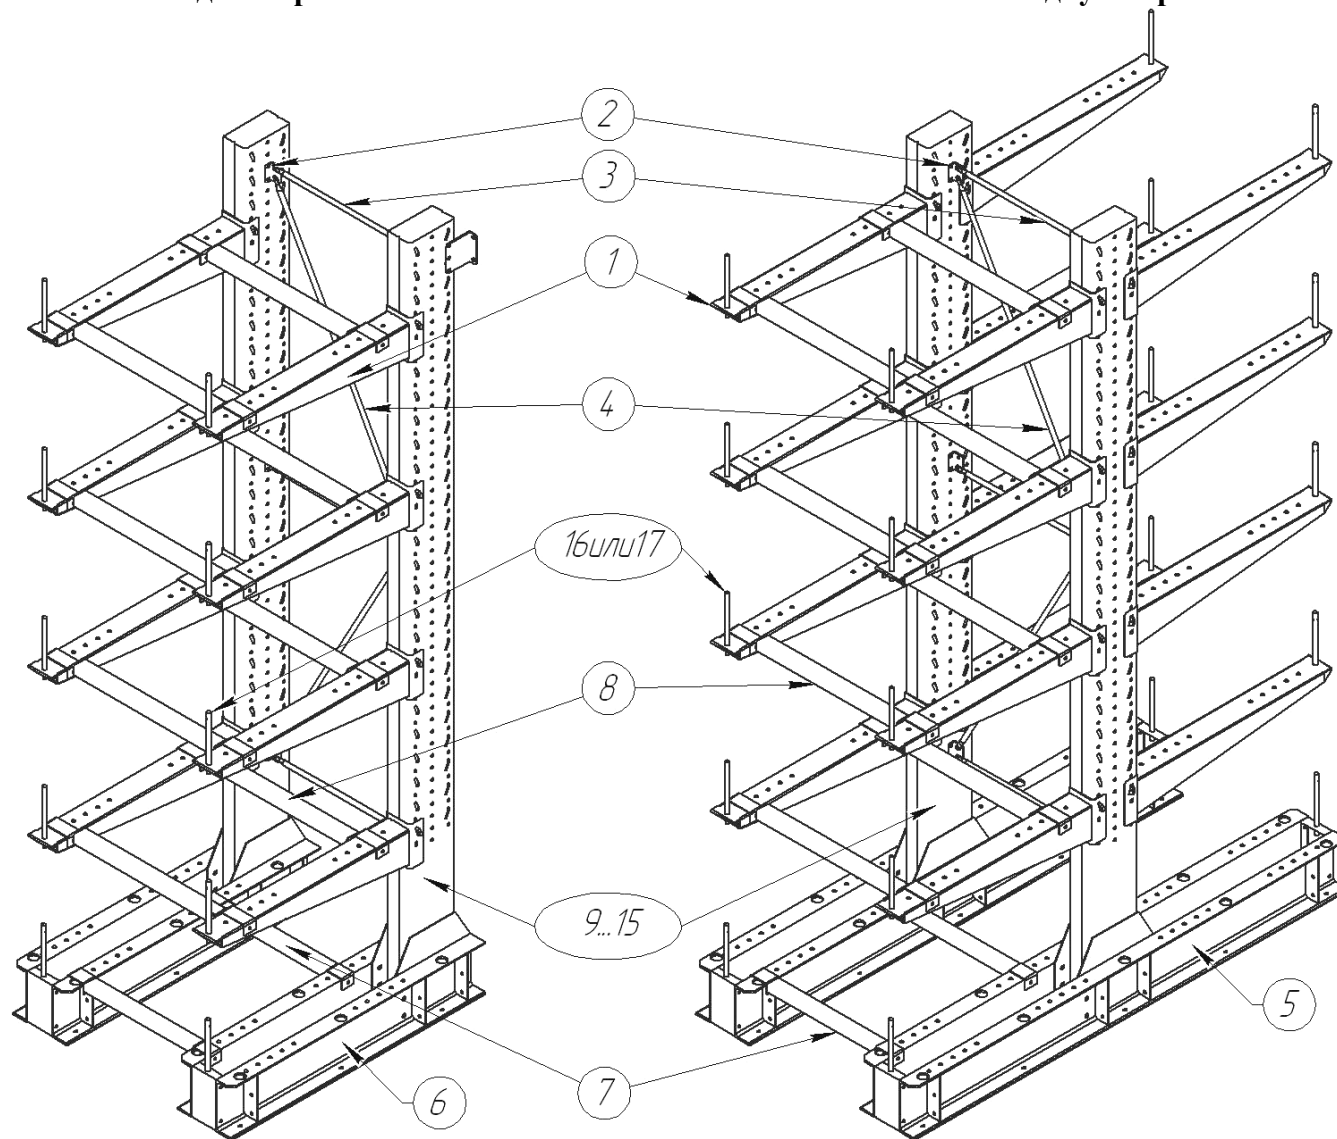

Рисунок 2
Стеллаж консольный 0,5т САИН.538.00.000 одно - или двухстороннего использования (рисунок 2) ГОСТ 16140-77 предназначен для размещения на нем длинномерных грузов (профиля, рейки, сортовой прокат и других объемных материалов).
8. Установить на стойки консоли поз. 1 (таблица 1), при помощи фиксатора входящего в комплект консоли (установить в фиксатор шпильки 5×45) и крепежа болт М14×190, гайка М14, двух шайб 14 (рисунок 9). Консоли крепятся с одной стороны на одностороннем, соответственно с двух сторон на двухстороннем (рисунок 2).